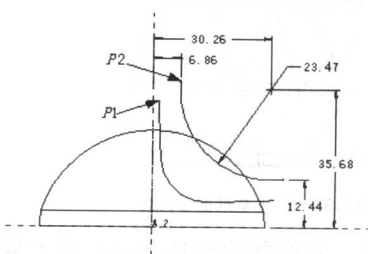
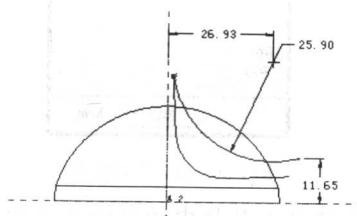

图 1-36 选择对齐点
图 1-37 点对齐结果
45. 单击点对齐按钮 ，选择如图 1-36 所示线段端点 *P1*、圆弧端点 *P2*，结果如图 1-37 所示。
47. 单击尺寸修改按钮 ，逐一选择如图 1-37 所示的尺寸标注，系统弹出如图 1-